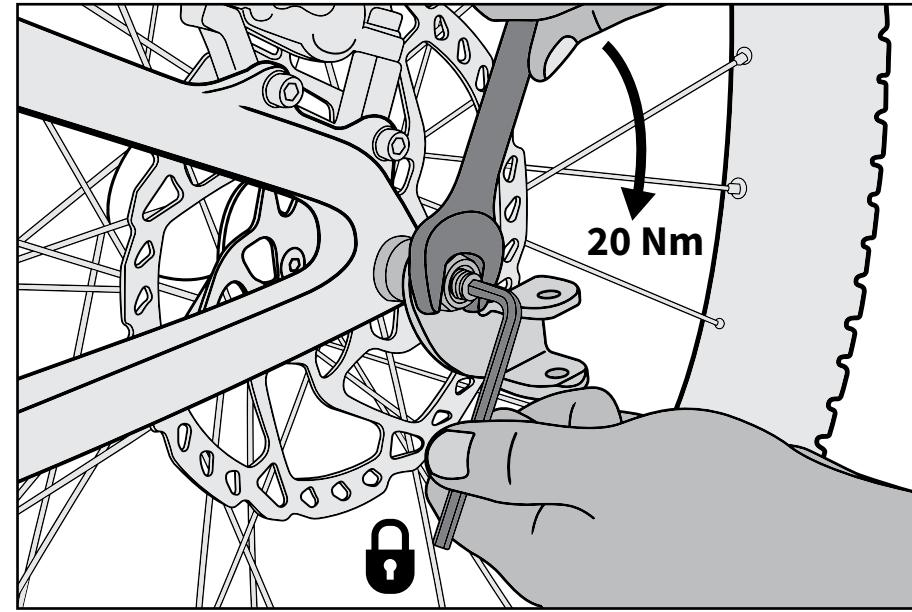

Fig 6
8. Install the Burley hitch over the end of the axle, install washer and lock in place with the provided nut. Tighten the nut to 20 Nm using a 17 mm wrench while holding the thru axle in place with a 5mm Allen wrench (Fig 6).
8. Installieren Sie die Kupplung von Burley am Achsenende und befestigen Sie sie mit der mitgelieferten Mutter. Ziehen Sie die Mutter unter Verwendung eines 17-mm-Schraubenschlüssels auf 20 Nm an, wobei die Steckachse mit einem 5-mm-Innensechskantschlüssel stabil gehalten wird (Abb. 6).
8. Installez l'attelage Burley sur l'extrémité de l'axe et bloquez-le à l'aide de l'écrou fourni. Serrez l'écrou à 20 Nm à l'aide d'un clé 17 mm tout en maintenant l'axe traversant à l'aide d'une clé Allen 5 mm (Fig. 6).